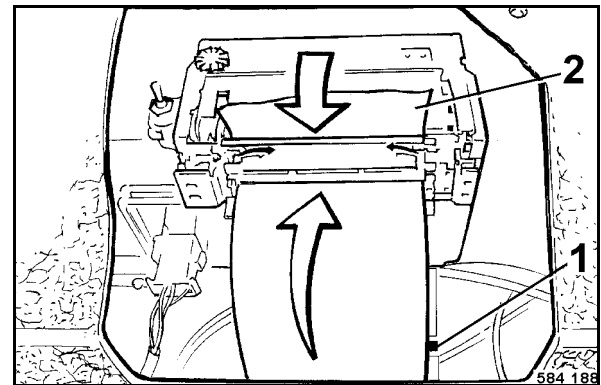

fig. 104
- Retirer le rouleau avec le papier restant (2) de l'arbre 1 (fig. 104).